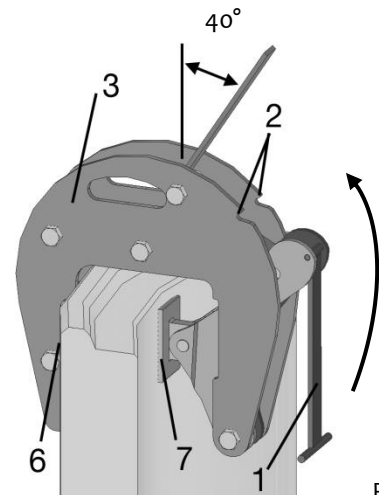
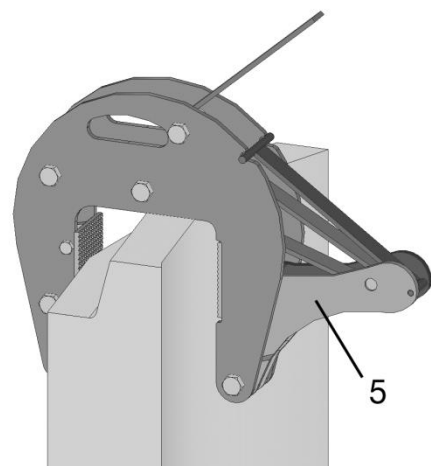

Fig. 2
Fig. 3
- Ruotare il supporto dell'apriporta (1) verso l'alto (fig. 2) e bloccarlo nelle due scanalature (2) del supporto esterno (3): La pinza è ora bloccata con la massima larghezza di apertura (fig. 3). Durante la regolazione, assicurarsi che le **fasce di tensione/catene** siano **scariche** e **non attorcigliate**.
- Sbloccare tutti i supporti aperti (1) e farli oscillare verso il basso: le leve angolari (5) vengono fatte oscillare in avanti dalle molle.
- Le due ganasce di serraggio (6) e (7) devono essere a contatto con l'anello su tutta la loro superficie (fig. 2). Sollevare l'anello dell'albero di circa 10 cm.